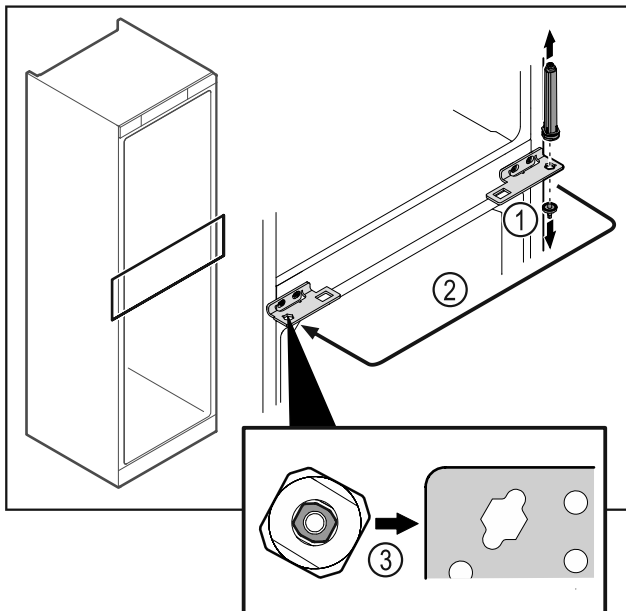

Fig. 39
- Csavarozza le a csuklópánt-csapot Fig. 39 (1).
- Helyezze át az ajtó zárrendszert Fig. 39 (2).
- Behelyezéskor ügyeljen az ajtózáro rendszer Fig. 39 (3) helyes beigazítására.